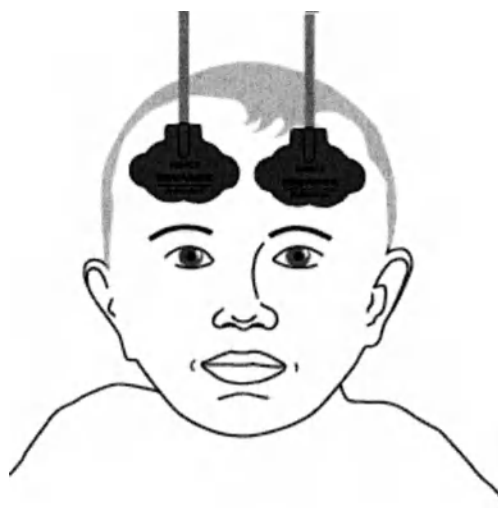

Рисунок 65. Изображение церебрального размещения датчика.
3. **Церебральное размещение датчиков** (Рис. 65). Выберите область для размещения датчика на лбу пациента сбоку от центральной линии выше бровей и ниже линии роста волос (см. рисунок). Область размещения датчика должна быть свободна от волос, дефектов кожи, а также как родинок или веснушек. Избегайте размещения датчика на поврежденных поверхностях кожи (гематомы, артериовенозные пороки развития и т.п.).